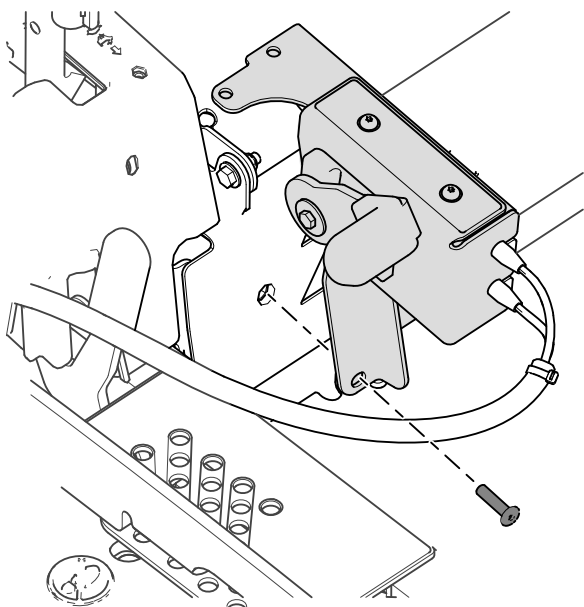

Figur 10
- Lossa den självgående skruven från den högra rörelse-reglagekåpan (Figur 10).